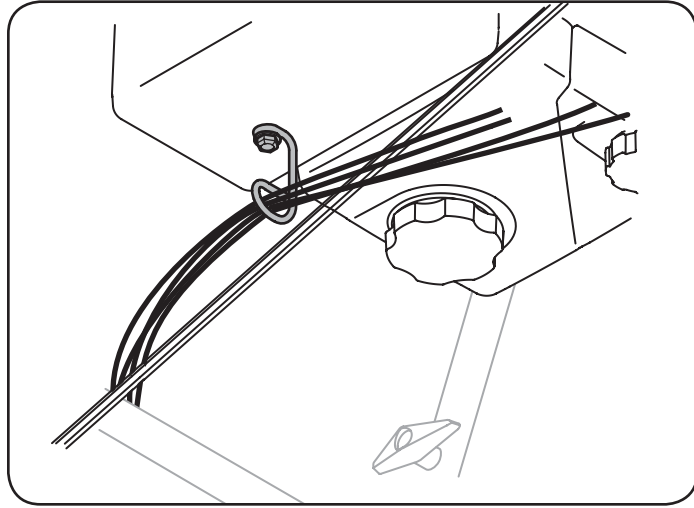

Figure 8
6. Vérifiez que tous les câbles sont acheminés dans le guide et qu'ils restent placés sur le côté gauche de la tige de la commande de la goulotte. Voir la Figure 8.